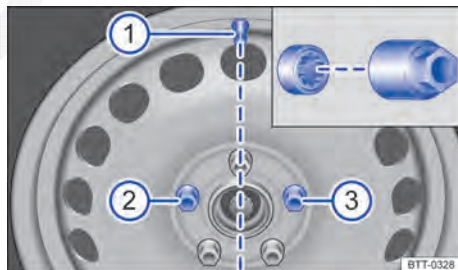

Fig. 214 Troca de roda: válvula do pneu ① e posições de montagem do parafuso de roda antifurto ② ou ③.
Antes de colocar a calota integral, o parafuso de roda antifurto deve ser aparafusado na posição ⇒ Fig. 214 ② ou ③. Do contrário, a calota integral não pode ser montada.
A calota integral da roda deve ser pressionada sobre o aro de tal modo que o recorte da válvula se posicione sobre a válvula do pneu ⇒ Fig. 214 ①. Ao colocar a calota integral, atentar para que se encaixe com segurança em toda a circunferência.
O parafuso de roda antifurto deve estar aparafusado em uma roda com calota integral na posição ⇒ Fig. 214 ② ou ③ em relação à posição da válvula do pneu ①. Do contrário, a calota integral não pode ser montada.